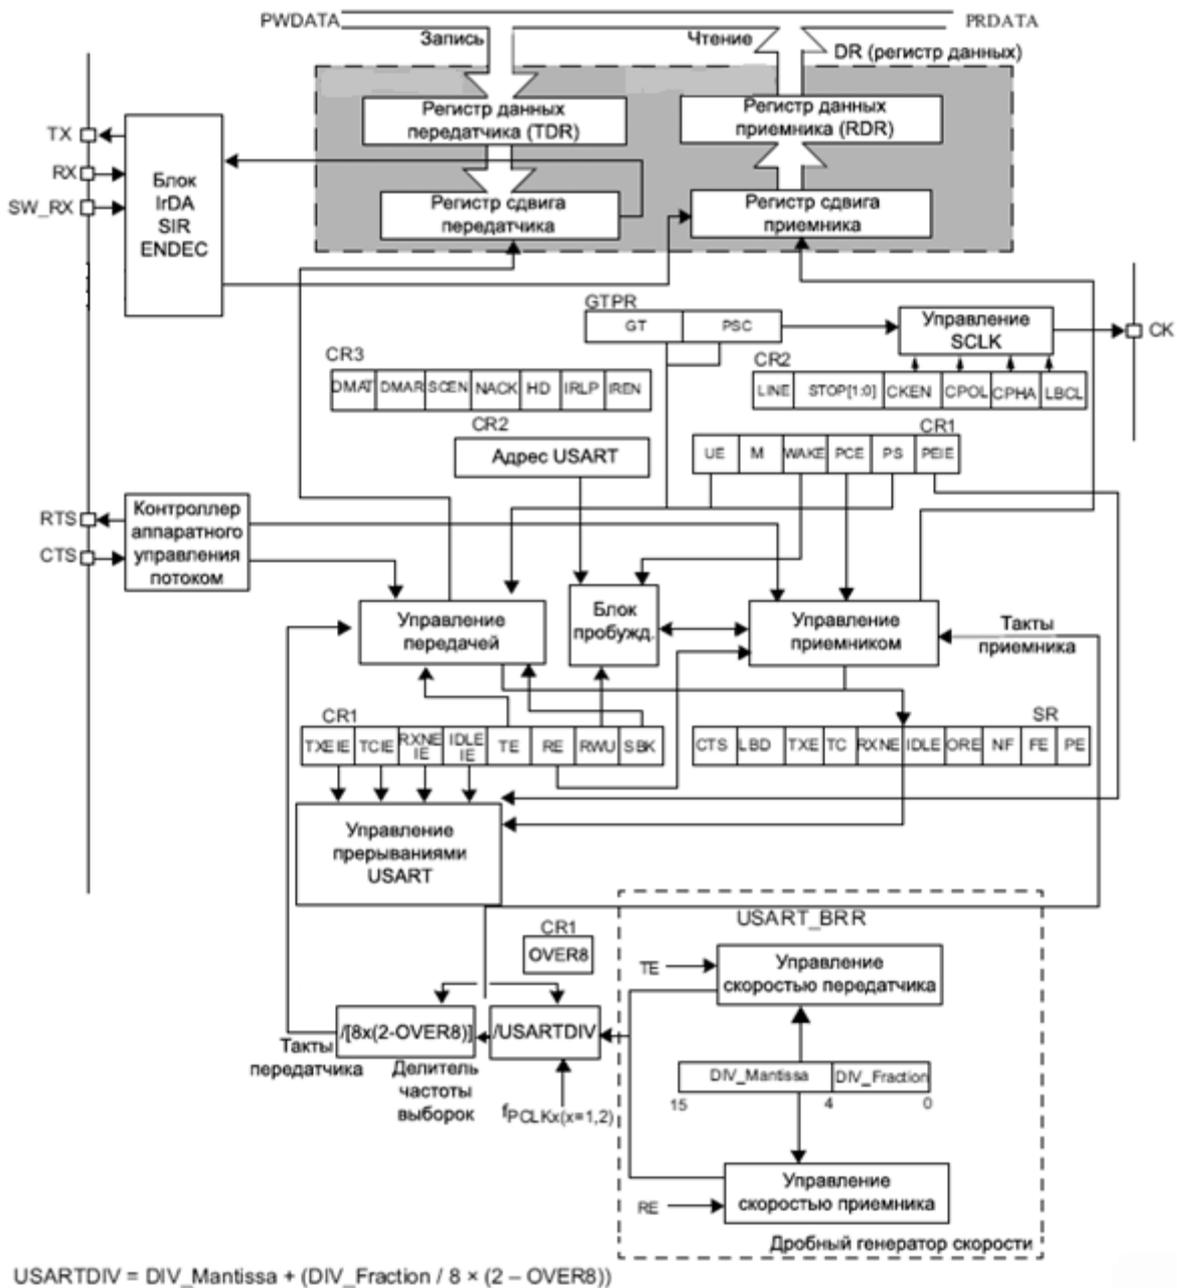

Рисунок 104 – Блок схема USART
Интерфейс подключается к внешним приборам при помощи трех выводов (см. рисунок 104). Любая двунаправленная передача данных USART требует минимум два вывода: вход для данных (RX) и выход для передачи данных (TX):
Во время передачи USART данные сдвигаются на вывод TX, младший значащий бит (LSB) идет первым. В данном режиме, регистр USART\_DR состоит из буфера (TDR) между внутренней шиной и регистром сдвига передачи (см. рисунок 104).